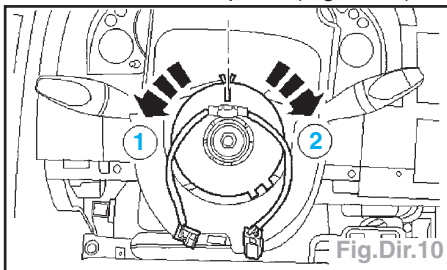

Fig.Dir.10
- Centrer le ressort spiralé (Fig.Dir.10) :